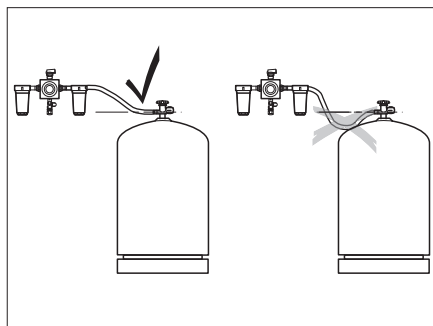

Bild 84 Dragning av högtrycksslangarna
- ▷ Vid dragning av högtrycksslangarna är det viktigt att de ständigt stiger (Bild 84).